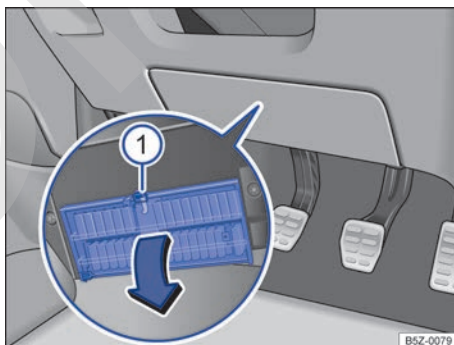

Fig. 165 En el lado del conductor debajo del panel de instrumentos: abra la cubierta de la caja de fusibles.
- **Abrir:** presione la palanca de bloqueo → fig. 165 ① hasta que se abra la cubierta.
- **Cerrar:** abata la cubierta en sentido contrario al de la flecha hasta que se trabe de forma audible en la palanca de bloqueo ①.